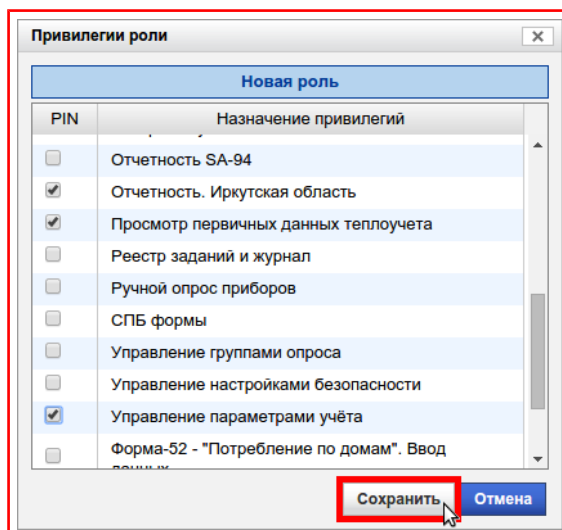

Рисунок 9.9 — Кнопка «Сохранить»
- 4) Нажать на кнопку **«Сохранить»**, рисунок 9.9.